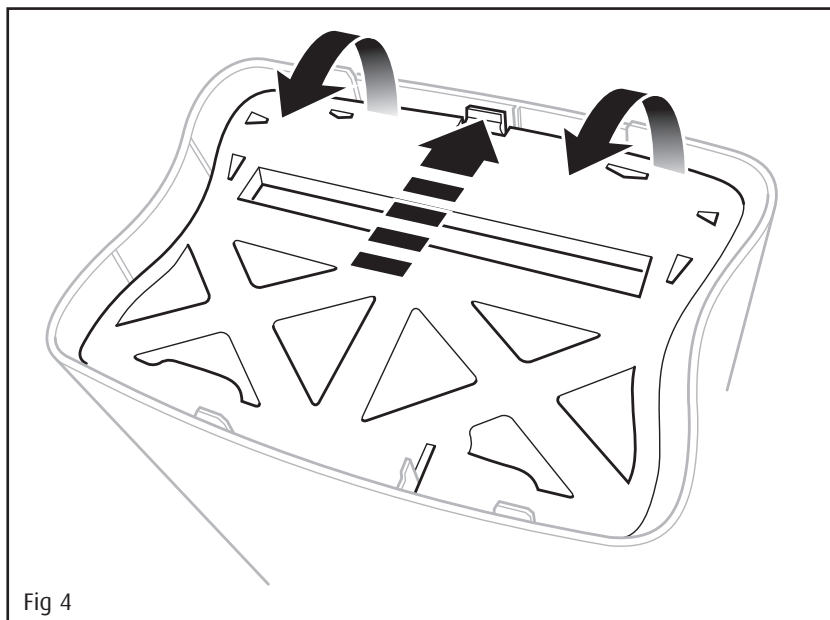
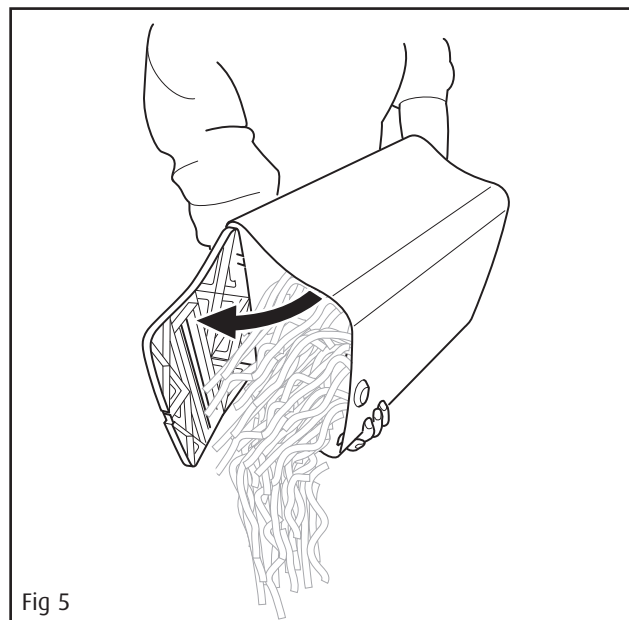

Fig 4
Fig 5
ⒼⓈ Press the button to release the compactor plate and dispose of paper, as shown in figures 4 & 5.
ⒻⓈ Appuyez sur le bouton pour soulever la plaque de compactage et vider la corbeille (voir figures 4 & 5).
ⓃⓈ Druk op de knop om de samendrukplaat te ontgrendelen en leeg de opvangbak (zie afb. 4 & 5).
Ⓜ Premere il tasto per liberare la piastra compattatrice ed eliminare la carta tagliata, come illustrato nelle figure 4 e 5.
Ⓢ Tryck på knappen för att frigöra kompakteringsplattan, se fig. 4 och 5.
Ⓓ Tryk på knappen for at udløse kompaktorpladen og tømme affaldsbeholderen for makuleret papir som vist i fig. 4 og 5.
ⒼⓈ Нажмите кнопку для открытия прижимной пластины и освободите корзину, как показано на рис. 4 и 5.
ⒻⓈ Odblokuj płytę kompresującą przez wciśnięcie przycisku, a następnie opróżnij pojemnik na ścinki (patrz rys. 4 i rys. 5).
5. Press the button to release the compactor plate and dispose of paper, as shown in figures 4 & 5.
6. When not in use, move the switch to the off position (O).
5. Appuyez sur le bouton pour soulever la plaque de compactage et vider la corbeille (voir figures 4 & 5).
6. En fin d'utilisation, faites glisser le commutateur dans la position d'arrêt (O).